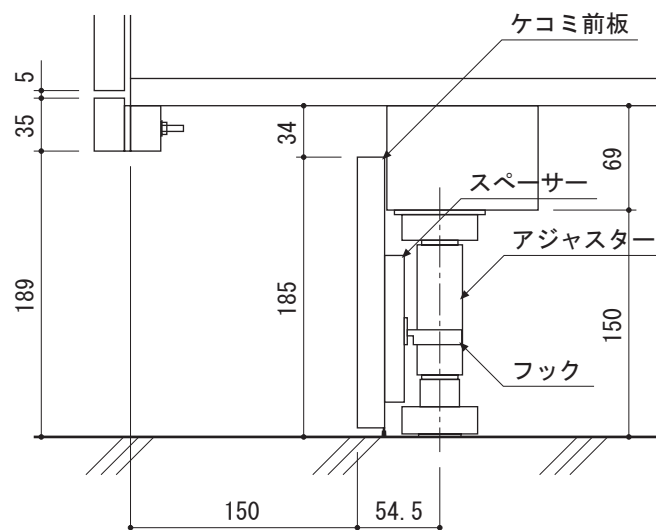

図2
- ・ ケコミ前板についているスプリングキャッチ（ストライク）を外し、ケコミ側板の開口部に取付けます。(図2)